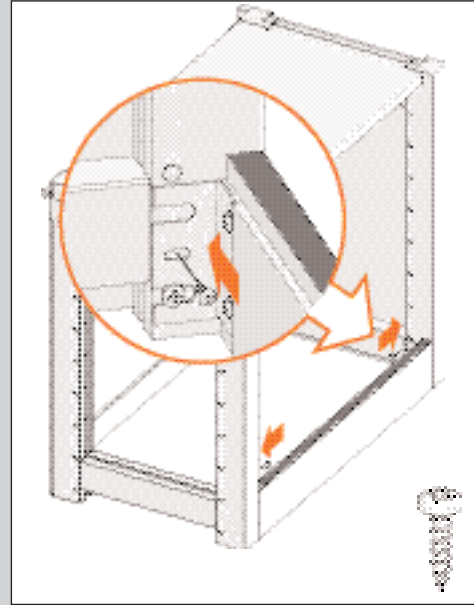

ABBILDUNG 45
3. Befestigen Sie die Leistenhalterungen mit einer Sicherungsschraube (siehe Abb. 45).